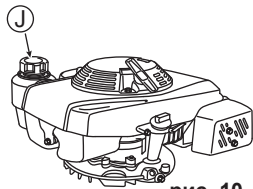

рис. 10
1. Снимите крышку топливного бака (J) и залейте бензин. Немедленно вытрите бензин тряпкой, если вы пролили его. (См. Рис. 10.)
2. Плотно закройте крышку топливного бака (J) после заправки.